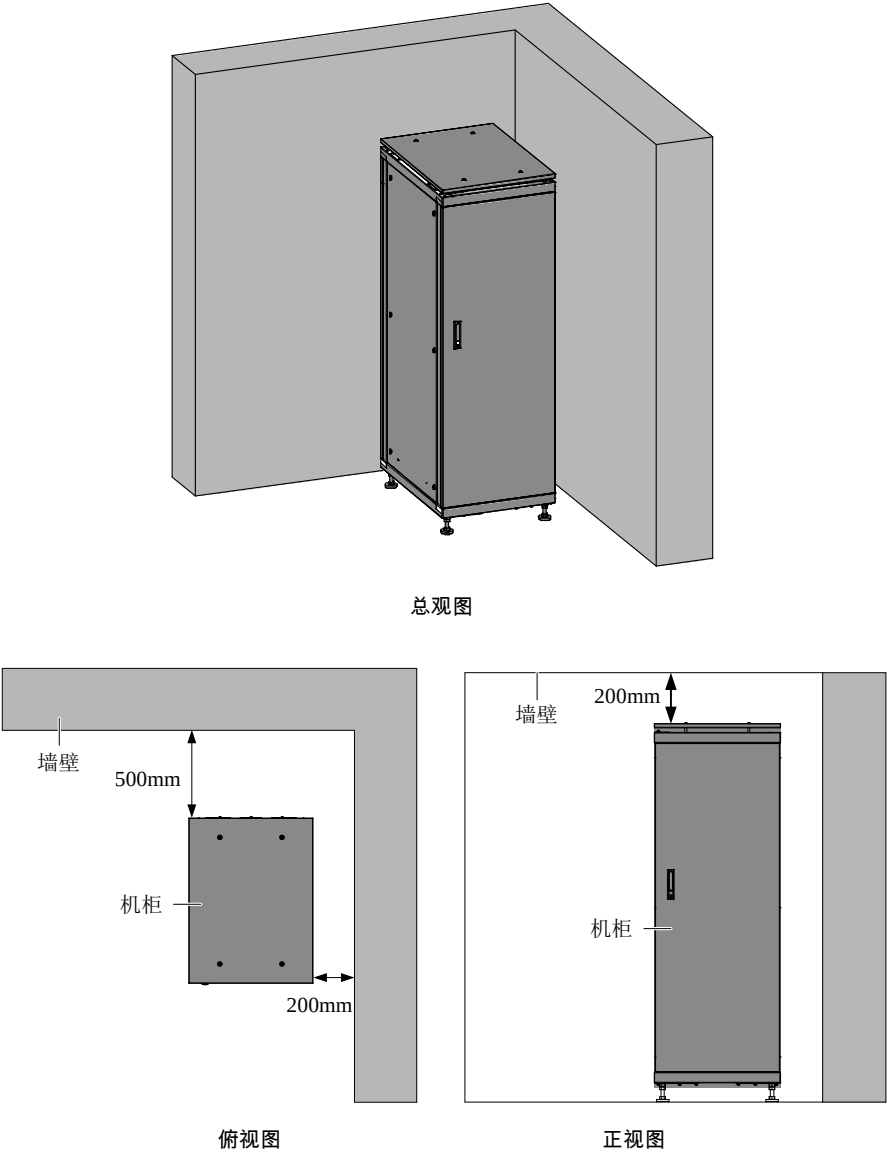

图2-1 机柜安装间距示意图
UPS 由内部风扇提供强制风冷，冷风通过 UPS 前面板的通风孔进入 UPS 内部，并通过 UPS 后部的通风孔排出热风，请勿阻塞通风孔。UPS 的前、后、上、下、侧面板应与墙壁或相邻设备间保持至少 200mm 的距离（见图 2-1），以免阻碍 UPS 的通风散热，造成 UPS 内部温度升高，影响 UPS 的使用寿命。
2. 图 2-1 俯视图中，机柜后面板距离墙壁的距离需考虑维护操作便利，图中示例为 500mm，安装过程可根据实际情况调整，但不得少于 200mm。